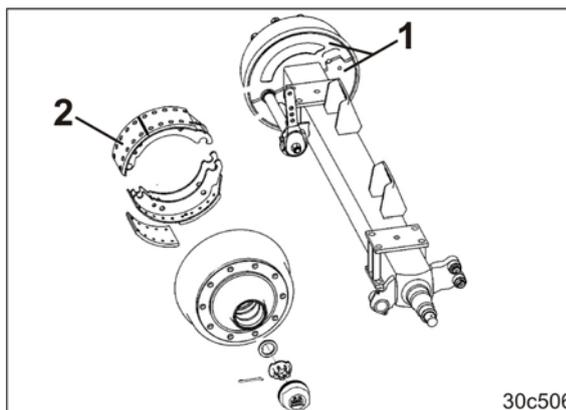

Fig. 321
1. Dévissez les deux tôles de protection (Fig. 321/1) sur le côté intérieur du tambour de frein.
Les impuretés qui pénètrent dans le frein peuvent se déposer sur les garnitures (Fig. 321/2) et dégrader sensiblement les performances du freinage.